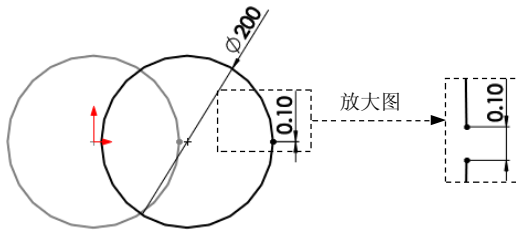

图 2.2.5 草图 3
Step5. 创建图 2.2.5 所示的草图 3。选择下拉菜单 **插入(I)** → **草图绘制** 命令；选取基准面 1 作为草图基准面，绘制图 2.2.5 所示的草图 3（其圆心与草图 1 中的轴线端点重合）。